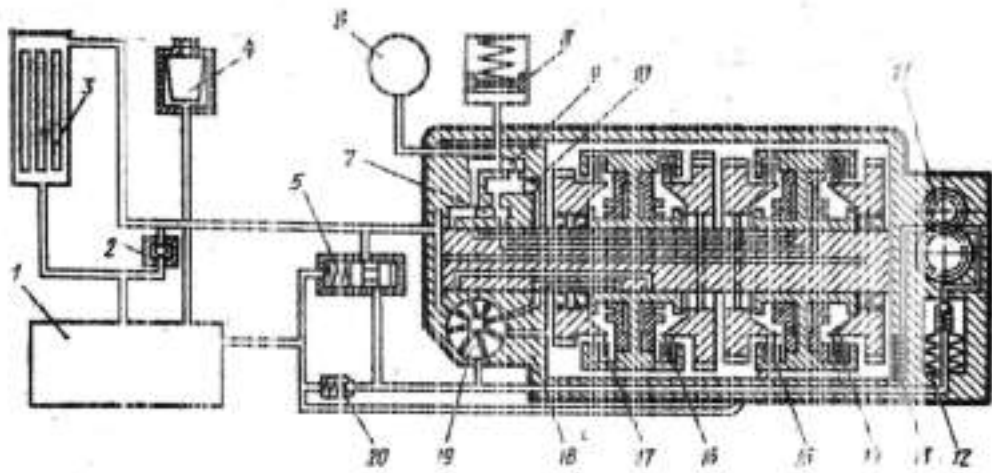

Рис.12.3
2. Укажите позиции рис. 12.3. Объясните работу.